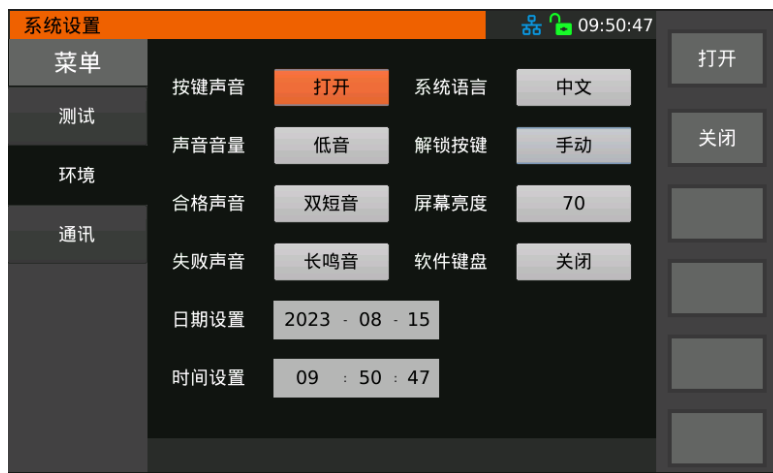

图 3-8 系统环境参数设置
2. 通过【▲】、【▼】方向键或旋钮或直接触摸屏幕选择进入图 3-8 所示的环境相关的系统设置界面。
系统设置中环境相关参数设置如图 3-8 所示：